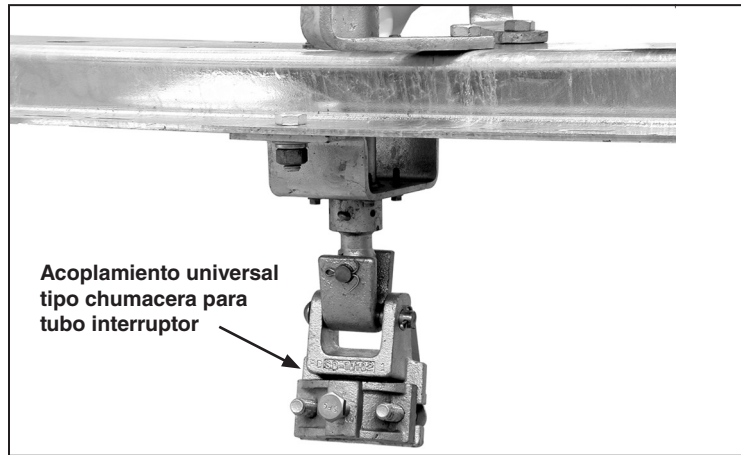

Figura 5. Colocación del acoplamiento universal en el eje giratorio del polo del interruptor.
**PASO 3.** En los interruptores que van directamente conectados al tubo de operación vertical, colóquele un acoplamiento universal tipo chumacera para tubo interruptor al eje giratorio que se extiende debajo desde la base del interruptor. Vea la figura 5.